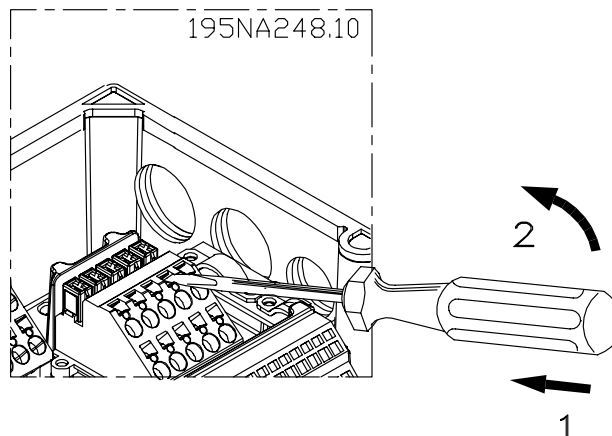

Ilustración 4.9 Apertura de los terminales
1. Abra el contacto introduciendo un pequeño destornillador en la ranura situada encima del contacto, tal y como muestra en *Ilustración 4.9*.